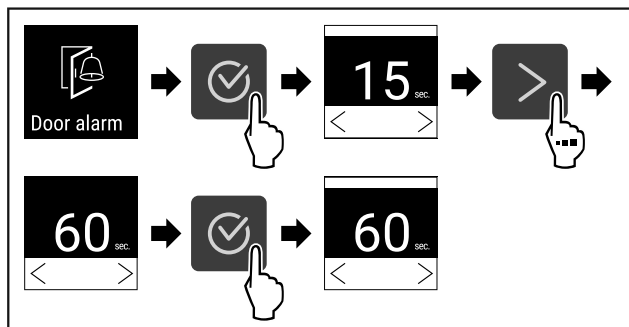

Fig. 109
- ▶ Stappen (zie Fig. 109) uitvoeren.